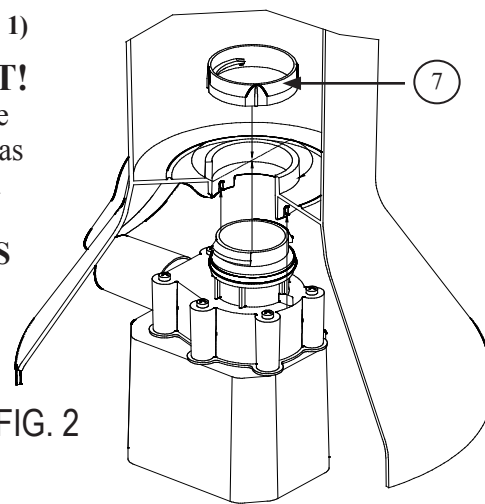
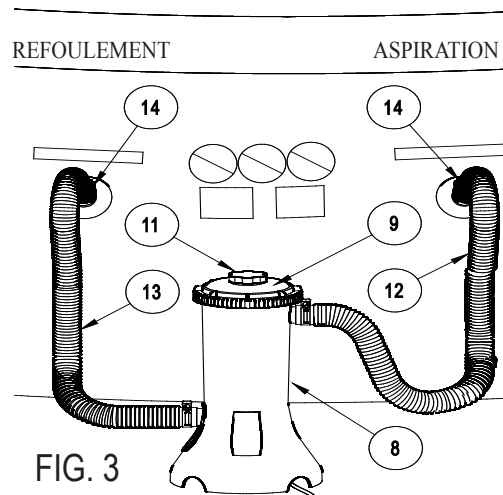

FIG. 2
FIG. 3
A. D'abord, retirez la bague de retenue (10) du couvercle étanche, le couvercle étanche (9) et la cartouche filtrante (15) de la boîte du filtre. Lubrifiez le joint torique de la pompe (5) avec de la vaseline. Tenez fermement la boîte du filtre (8) et insérez le corps de pompe (1) de manière que la sortie du boîtier du volute (4) passe à travers l'ouverture sur le côté de la base. Insérez la pompe à fond tout en faisant passer les deux nervures du boîtier du volute à travers les deux fentes dans le fond de la boîte. Par l'intérieur de la boîte, installez l'écrou de retenue de la pompe (7) audessus de l'entrée du boîtier du volute. Vissez l'écrou (7) dans le sens des aiguilles d'une montre jusqu'à un serrage ferme. Voir Fig. 2.
B. Prenez les tuyaux d'aspiration et de refoulement (12, 13) et retirez du sac de quincaillerie deux colliers de serrage (14). Desserrez les colliers de serrage et glissez-les sur l'extrémité de chaque tuyau. Lubrifiez les joints toriques (24) de la boîte du filtre. Installez un tuyau sur l'entrée de la boîte du filtre et le second tuyau sur la sortie de la boîte du filtre. Serrez les deux colliers de serrage (14).
C. Repérez les pièces (16-21) des deux ensembles de traversée de paroi. Lubrifiez le joint d'étanchéité noir (21) et placez-le sur les filets de la traversée de paroi (16). Par l'intérieur de la piscine, insérez la traversée de paroi avec un joint d'étanchéité à travers un des trous dans la paroi. Placez la rondelle de butée blanche (17) sur la traversée de paroi, ensuite vissez l'écrou (18) sur la traversée de paroi sans trop serrer. **NE PAS** visser trop fort l'écrou sur la traversée de paroi ou créer des faux plis autour de la rondelle de butée (17) ou autour du joint d'étanchéité (21). Bouchez la traversée de paroi de piscine (16) avec le bouchon (20) par l'intérieur de la piscine. Répétez ce processus pour l'autre ensemble de traversée de paroi en les installant dans l'autre trou dans la paroi. Gardez pour plus tard les crépines (19) des traversées de paroi. Commencez à remplir la piscine.
D. Après avoir rempli la piscine, positionnez le motofiltre entre les deux traversées de paroi sur le côté de la piscine à environ 15,24 cm de la base. Le tuyau d'aspiration (12), attaché au haut de la boîte du filtre, doit faire face à droite, et le tuyau de refoulement (13) attaché à la pompe, au bas de la boîte du filtre, doit faire face à gauche. Voir Fig. 3.
E. Glissez les deux restants colliers de serrage (14) sur les extrémités des deux tuyaux. Raccordez les tuyaux aux traversées de paroi installées sur le côté de la piscine, pour l'aspiration et le refoulement. L'aspiration est à droite et le refoulement à gauche. Serrez les deux colliers de serrage (14) pour tenir en place les deux tuyaux.
F. Dévissez de 1-1/2 tours la vis évent (11) sur le couvercle étanche (9). **REMARQUE: IL EST NÉCESSAIRE D'ÉVENTER LE SYSTÈME POUR LAISSER L'AIR S'ÉCHAPPER QUAND LA BOÎTE DU FILTRE SE REMPLIT D'EAU.**
G. De l'intérieur de la piscine, retirez les deux bouchons (20) des traversées de paroi aspiration et refoulement. Cela permettra au système du filtre de se remplir d'eau. **NE PAS** jeter les bouchons (20) des traversées de paroi - Vous en aurez besoin pour remplacement de la cartouche filtrante ou l'entretien de la pompe. Quand le système est plein, l'eau apparaîtra sortant du sillon de la vis évent. Par un serrage à main, revissez la vis évent dans le couvercle étanche jusqu'à que le joint torique forme avec la vis un joint étanche et que l'eau arrête de s'échapper. Maintenant installez les deux crépines (19) en les emboîtant sur les Traversées de Paroi (16).